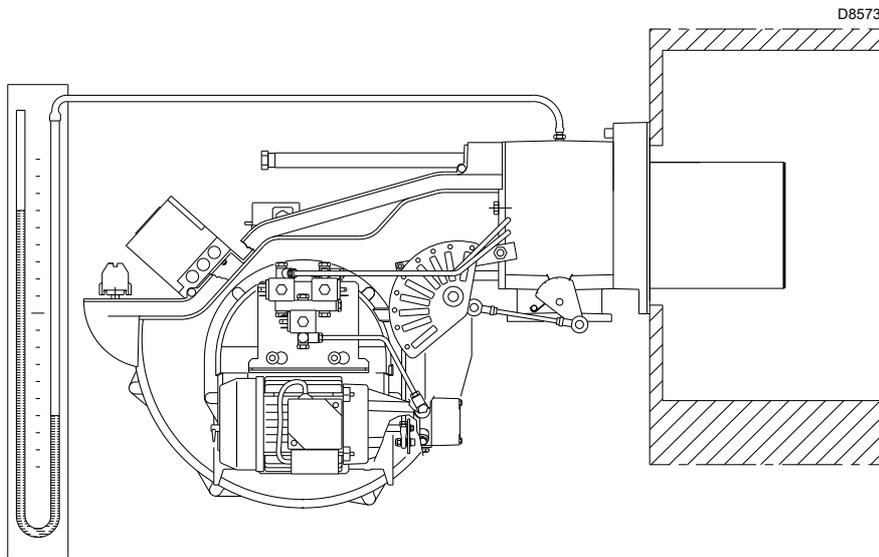

Fig. 37
- Monter un manomètre en U ou un manomètre de type différentiel (Fig. 37), avec prise (+) sur la pression du gaz du manchon et (-) dans la chambre de combustion.
L'arrivée de gaz au manchon est mise en évidence sur le manomètre en U (Fig. 37).
À titre d'orientation, on peut le trouver dans le Tab. L à la page 27, il suffit de lire la pression du gaz sur le manomètre en U, voir Fig. 37 à la page 32, et suivre les indications.